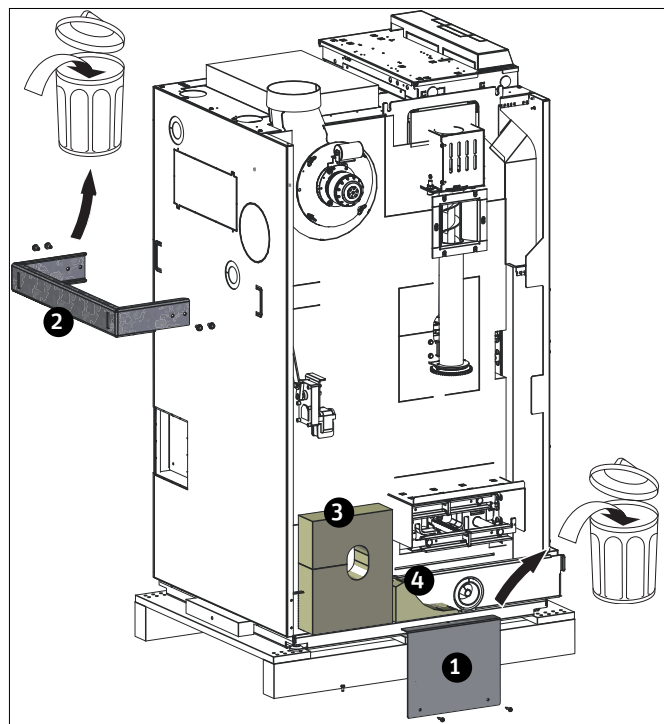

Fig. 7 Transportschutz und Transportbügel entfernen
Der hintere Transportbügel [2] ist zum Festzurren an eine Rodel vorgesehen – Fig. 7.
- Transportschutz [1] und Transportbügel [2] entfernen und fachgerecht entsorgen, wird nicht mehr benötigt – Fig. 7.
- Isolierung [3] für Öffnung Schneckenrohr/Zellradschleuse entnehmen und zur Seite legen – Fig. 7. Diese Isolierung wird später wieder montiert – siehe Pkt. 12.22.
- Isolierung [4] für Abgasgebläse entnehmen und zur Seite legen – Fig. 7. Diese Isolierung wird bei Umbau des Abgasgebläse nach hinten benötigt – siehe Pkt. 12.6.